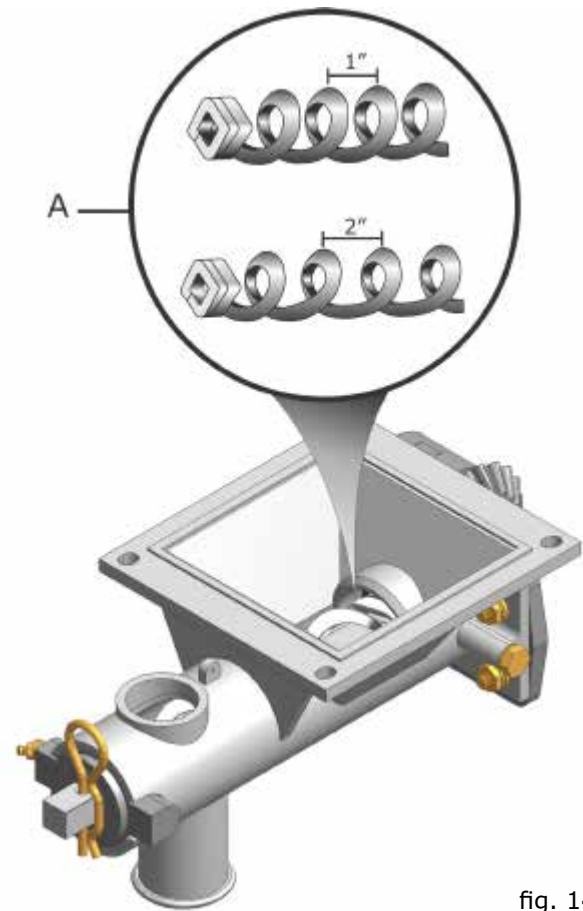
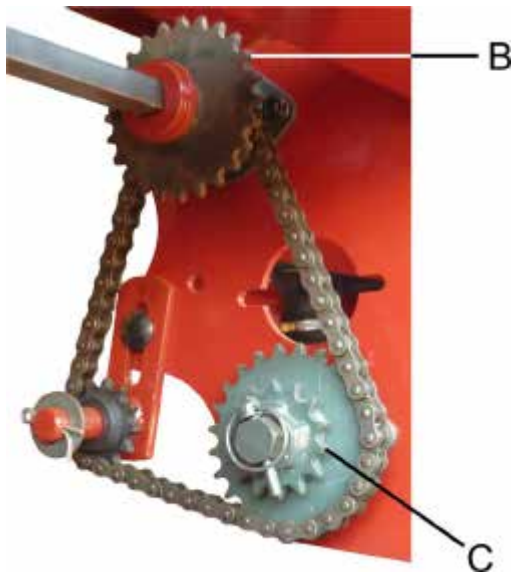
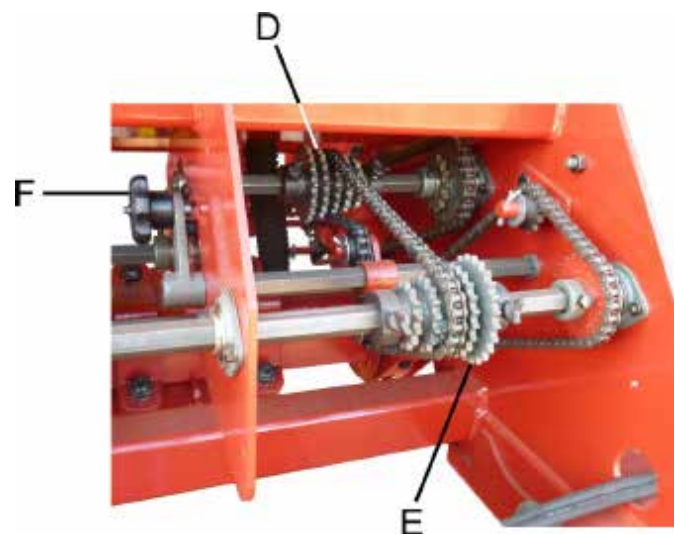

fig. 14
fig. 15
fig. 16
A regulagem da quantidade de fertilizante em Kg/ha é realizada através das roscas sem-fim (A) (fig. 14) e do intercâmbio de rodas dentadas motrizes (B) (fig. 15) e rodas dentadas movidas (C), do pinheirinho movido (D) (fig. 16) e motriz (E), sendo que o fertilizante é deslocado através das roscas sem-fim (A) (fig.14).
Para a regulagem dos pinheirinhos é necessário afrouxar o esticador (F) (fig.16).
Verifique se a vazão obtida é realmente a desejada. Se necessário altere a relação de transmissão através da troca das rodas dentadas Z14/24 (B/C) (fig. 15).